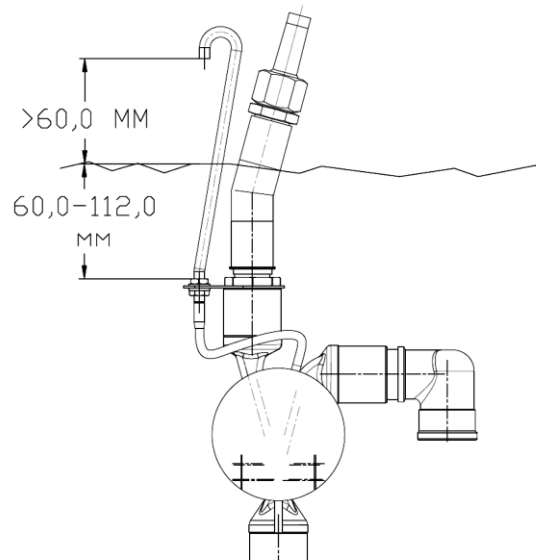

Рис.2 Установка воздушной трубки над поверхностью воды.
6.7. Установите клапан в проектном положении относительно уровня воды. Отрегулируйте положение воздушной трубки так, чтобы в неё не попадала вода. Пример на Рис.2